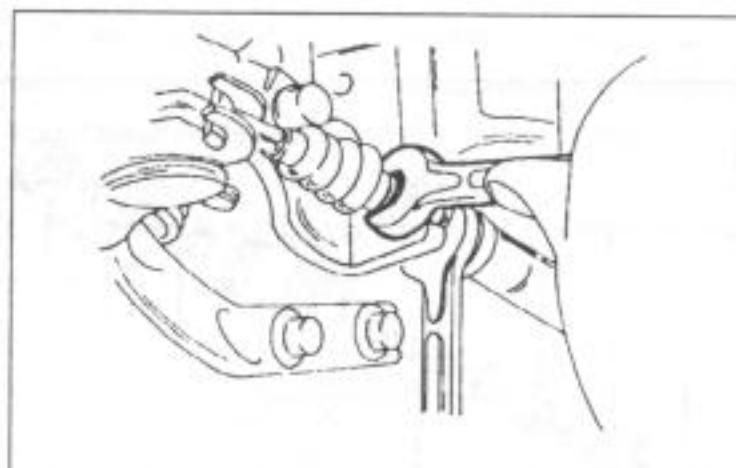

Рис.235.
немного открыть болт выпуска воздуха и вывинтить поршень показанным на рис.235 специальным инструментом. Если инструмента нет, можно в необходимых случаях помочь иначе.
- Вынуть направляющий болт (1) и резиновую манжету (2) из сверления.
- На другой стороне суппорта тормозного механизма выдавить резиновую втулку (2).
- Вынуть из внутренней части сверления суппорта тормозного механизма предохранительное кольцо (4).
- Убрать пылезащитное кольцо (5) и поршень (6) вывинтить показанным на рис.235 специальным инструментом. В ином случае нужно насадить подобное устройство на канавку поршня и поршень вывинтить. Поршень навинчен на регулировочный шпиндель.
- Вынуть пружинное стопорное кольцо (8) из отверстия.
- Взять рукой регулировочный шпиндель (9) и убрать упорную шайбу (10) и "O"-уплотнительное кольцо (11). Соединительный штифт (12) можно вынуть или оставить в суппорте тормозного механизма.
- Оставшиеся детали, возможно, не нужно снимать, т. к. для вынимания игольчатого роликоподшипника (17) необходим съемник. Если нужно разбить рычаг управления (14), то возможно лучше заменить подшипник в мастерской фирмы "Мазда" или установить новый суппорт тормозного механизма.